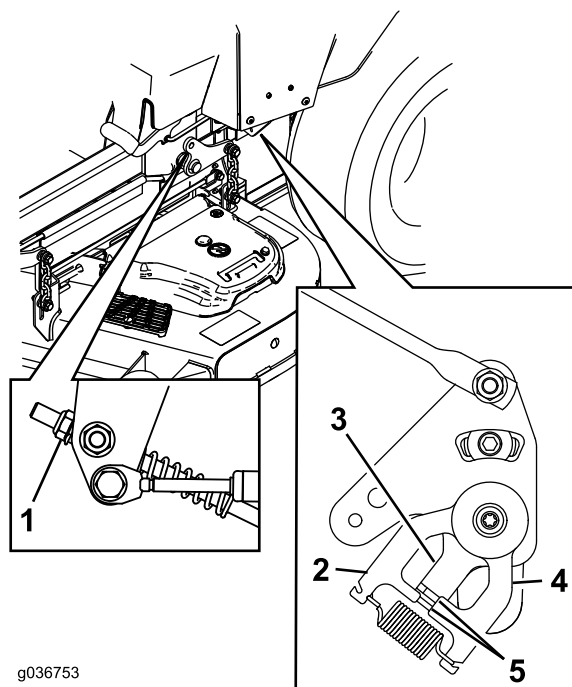

Figure 105
11. Réglez la longueur des tiges de pompes en tournant l'écrou dans le sens voulu jusqu'à ce que les roues tournent légèrement en marche arrière (voir Figure 105).